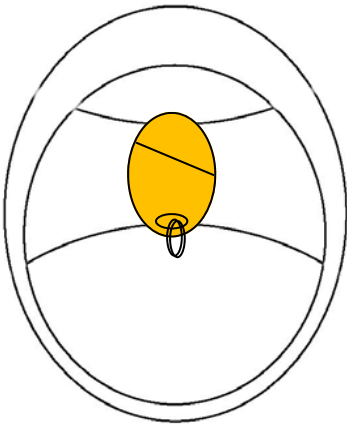

FIG. 2
- c) Bring the key near the transponder as shown in figure 2;
- c) Approcher la clé à proximité du transpondeur TRP1, comme illustré sur la figure 2;